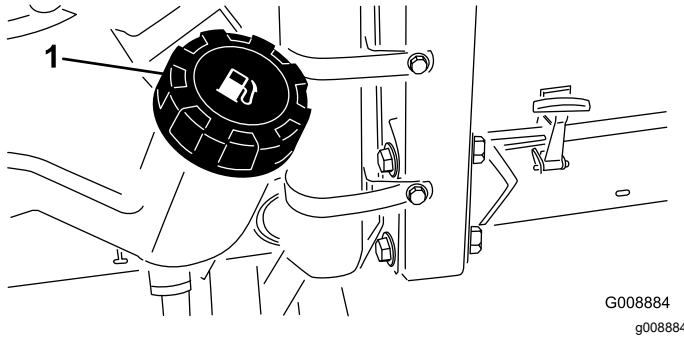

Figura 25
1. Limpie la zona alrededor del tapón del depósito de combustible (Figura 25).